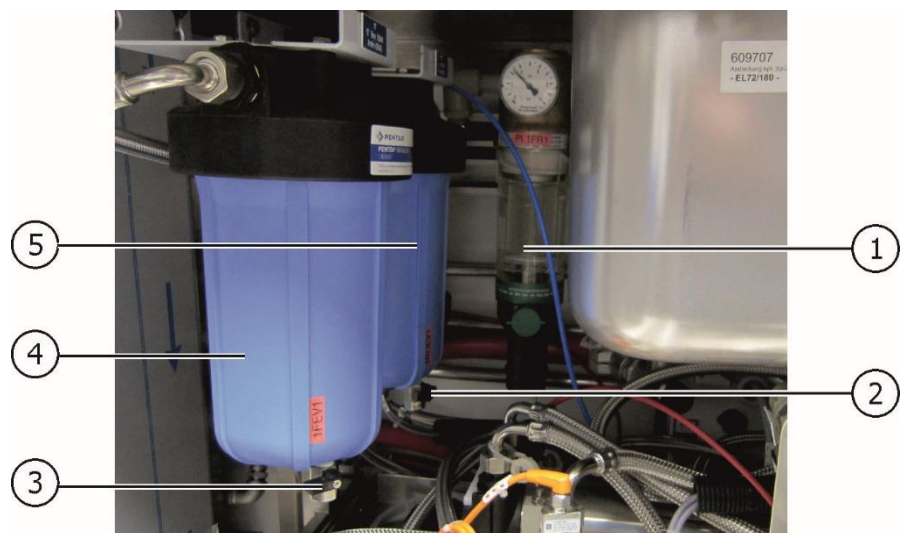

Abb. 6: Wechsel der Filterkerzen
- b) Halten Sie ein geeignetes Gefäß unter die Filtertassen und entleeren Sie diese mit den Entleerungshähnen (Abb. 6:, Pos. 2 und 3).
- c) Schrauben Sie beide Filtertassen (Abb. 6:, Pos. 4 und 5) mit Hilfe des Filtertassenschlüssels ab.